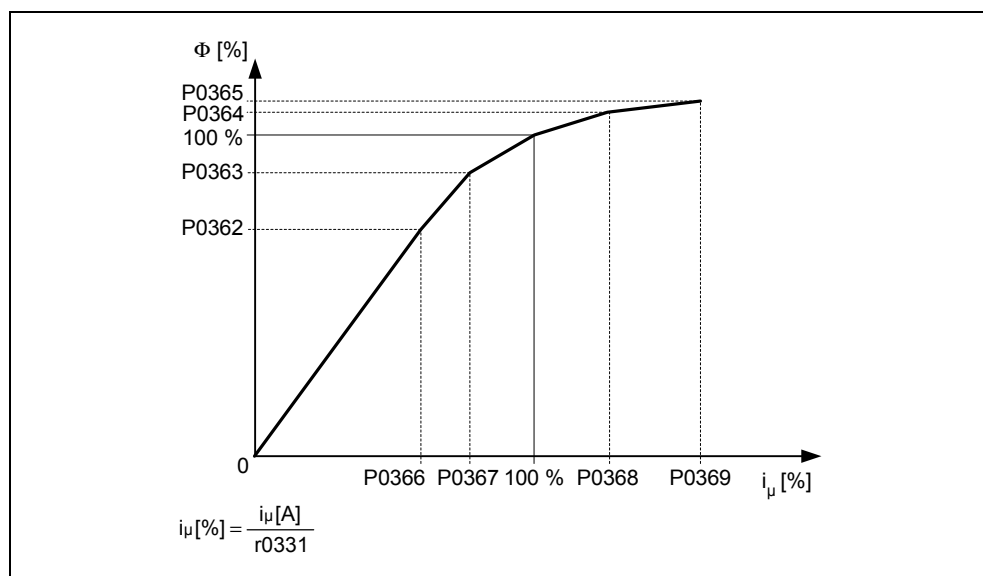

Figura 3-24 Curva di magnetizzazione
- Curva di magnetizzazione (vedi Figura 3-24) → P1910 = 3